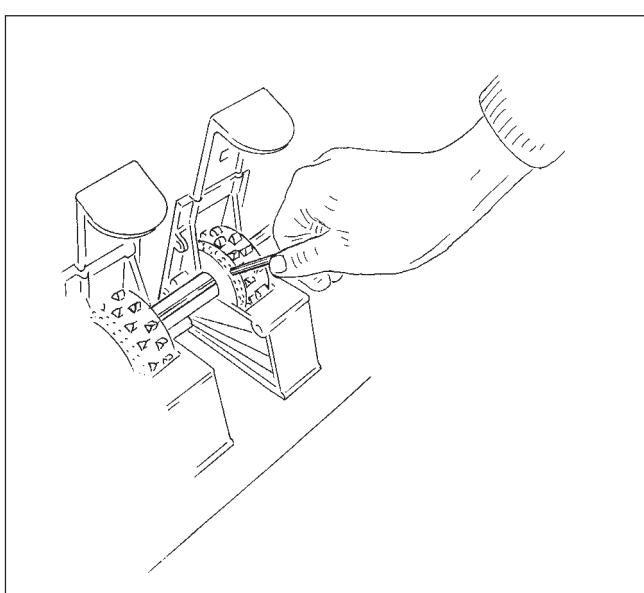

Рис. 7.25
- Высевающие катушки (см. Рис. 7.25) закрепите на валике высевающего аппарата. Для этого стопорный винт вкрутите в высевающую катушку настолько, чтобы высевающая катушка легко, с небольшим люфтом закрепилась на валике. Слишком крепко втянутые стопорные винты перетягивают высевающую катушку.